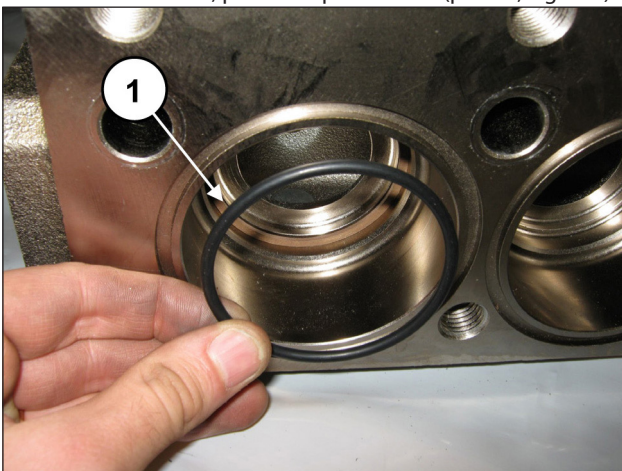

Fig. 148
Insira o anelo circular, pos. de explosão nº. 7 (pos. ①, Fig. 148).